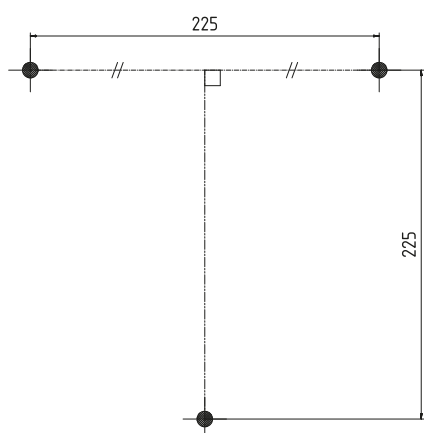

Fig. 12: Gabarit pour montage mural
1. Marquer les repères de forage sur le mur (Fig. 12) et procéder au perçage.